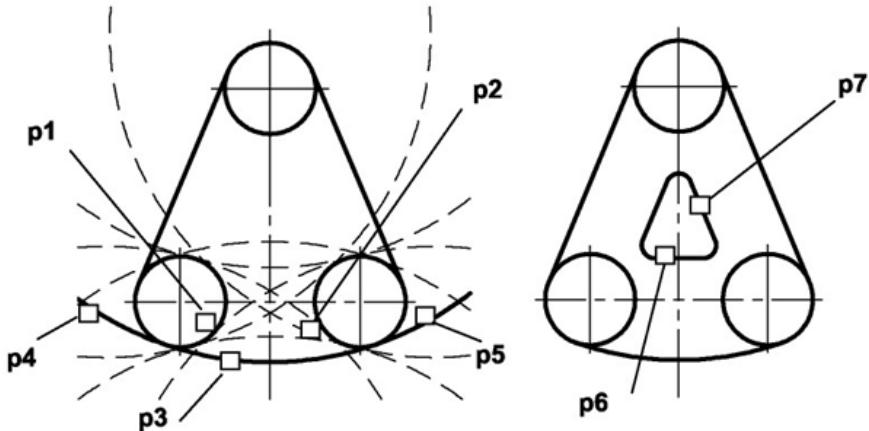

Рис. 2.2. - Построение окружности касательной к двум окружностям и двум прямым
2) Указать графическим курсором произвольную точку (точка **p1**) на первой заданной окружности, с которой должна касаться искомая окружность(рис. 2.2а);
3) Указать графическим курсором произвольную точку (точка **p2**) на второй заданной окружности, с которой должна касаться та же искомая окружность (рис. 2.2а);
(указать точку **p3**) и щелкнуть по кнопке  - **Создать объект** панели специального управления (рис. 2.2а);
3) указать курсором на графической зоне прямые, между которыми строится сопряжение (на рис. 2.2 б это точки **p6** и **p7**);